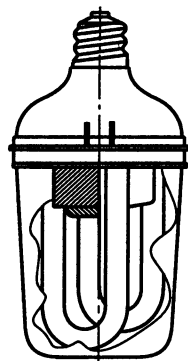

Рис. 3.29. КЛЛ с призматической или опаловой внешней оболочкой
**Вторая группа — лампы с призматической или опаловой внешней оболочкой**, сложно изогнутой разрядной трубкой, стандартным резьбовым (или штифтовым) цоколем и встроенным стартером и ПРА (рис. 3.29).